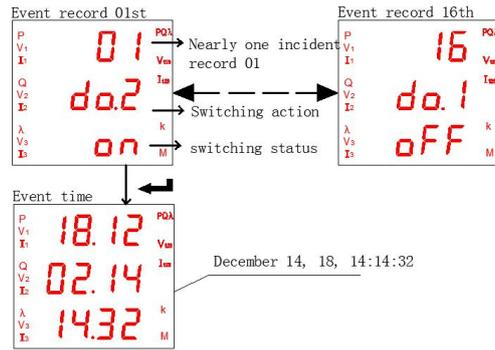

Figura 15
5.2.2 Los pasos para ver el registro de eventos de AMC72/96 se muestran en la Figura 15.